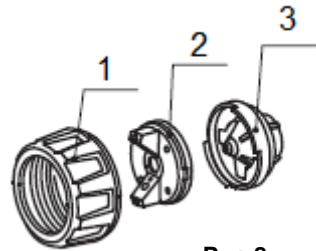

Рис.8
Очистка краскопультa (Рис.8).
10. Отвинтите гайку сопла (1), поворотное (2) и неподвижное (3) сопла (Рис.8).